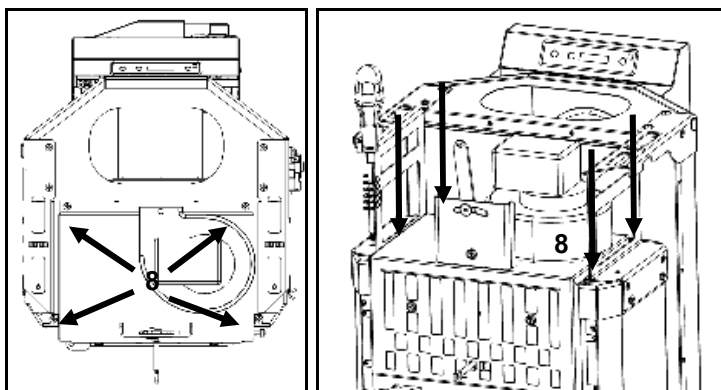

Figura 76 - Fijación del ventilador al equipo
i) Atornille el conjunto de la Figura 76 en la face superior de la cámara de combustión usando 4 tornillos (A) en los orificios preparados (8).